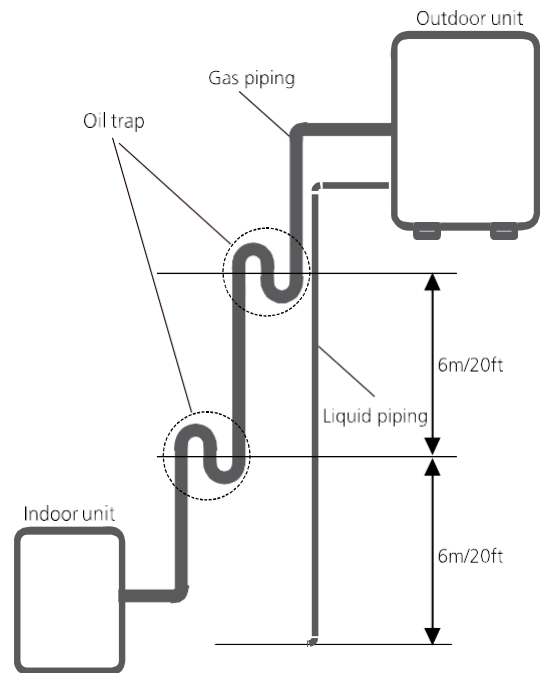

FIG 7.4
- Si la vitesse descend en dessous de 7.62m/s (1500fpm (pieds par minute), le rendement de l'huile diminuera. Un piège à huile doit être installé tous les 6m (20pi) de l'élévateur vertical de la ligne d'aspiration. (Voir fig7.4)